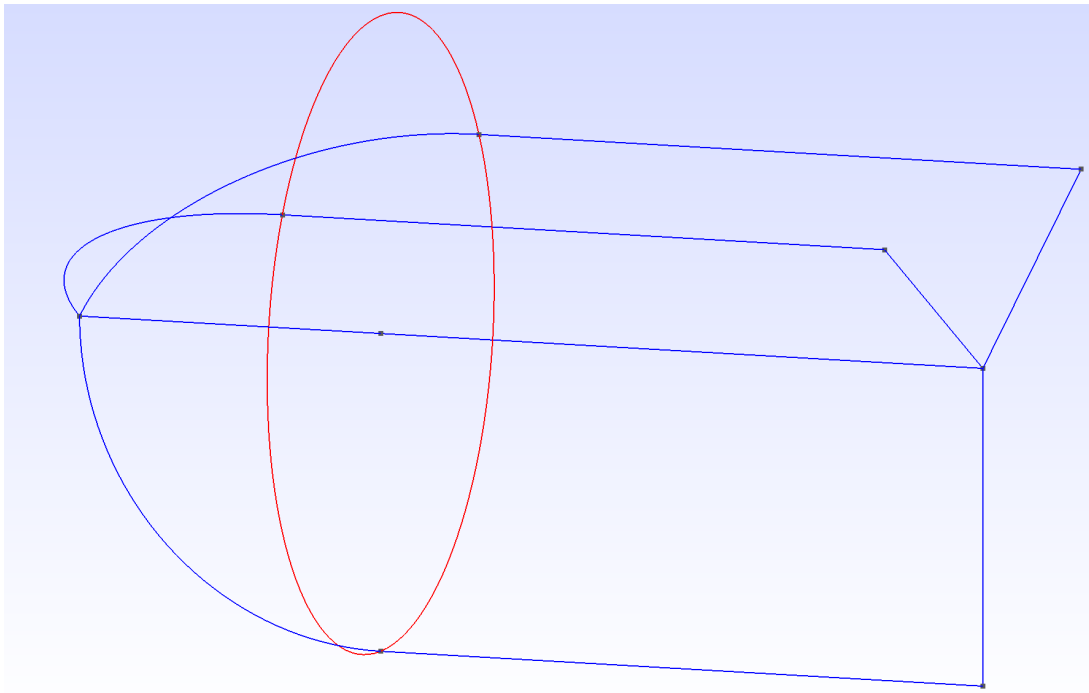

FIGURE 5 – Arcs de cercle délimitant l'entrée du cylindre
1. Créez les 3 arcs de cercles délimitant l'entrée du cylindre (voir les arcs rouge de la figure 5);